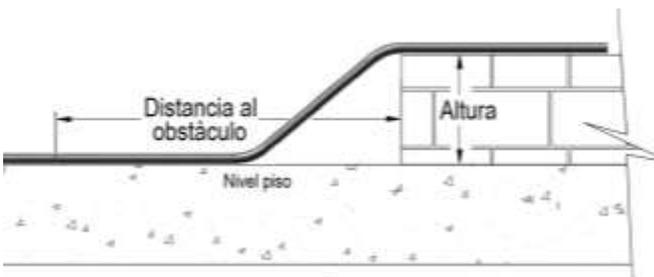

Figura 43. Curva bayoneta antes de un obstáculo
5. Doble la tubería como se observa en la figura 43.